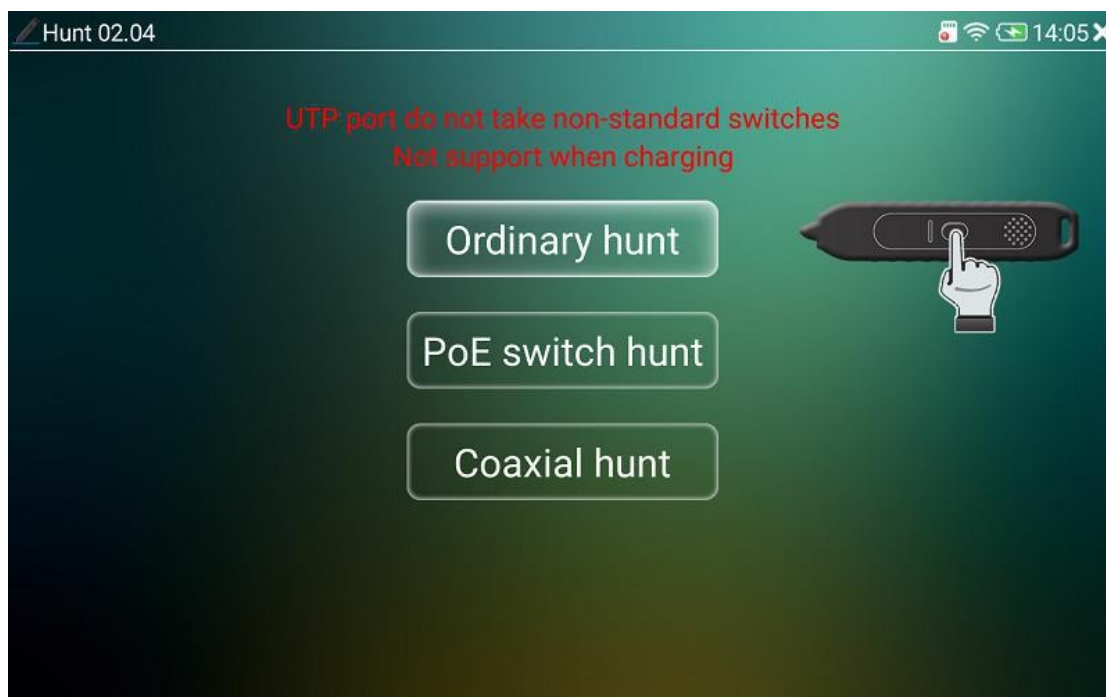

Рисунок 49
1) Кабельный трекер поддерживает нормальное отслеживание сетевого кабеля, отслеживание кабеля PoE, отслеживание коаксиального кабеля, 3 различных режима сигнала, может применяться на электрифицированном или нагруженном проводе, полное отсутствие шума, защита от помех, чувствительность приемника сигнала регулируется, поддержка макс. 1000 м, как показано на рис. 49, 49-1.